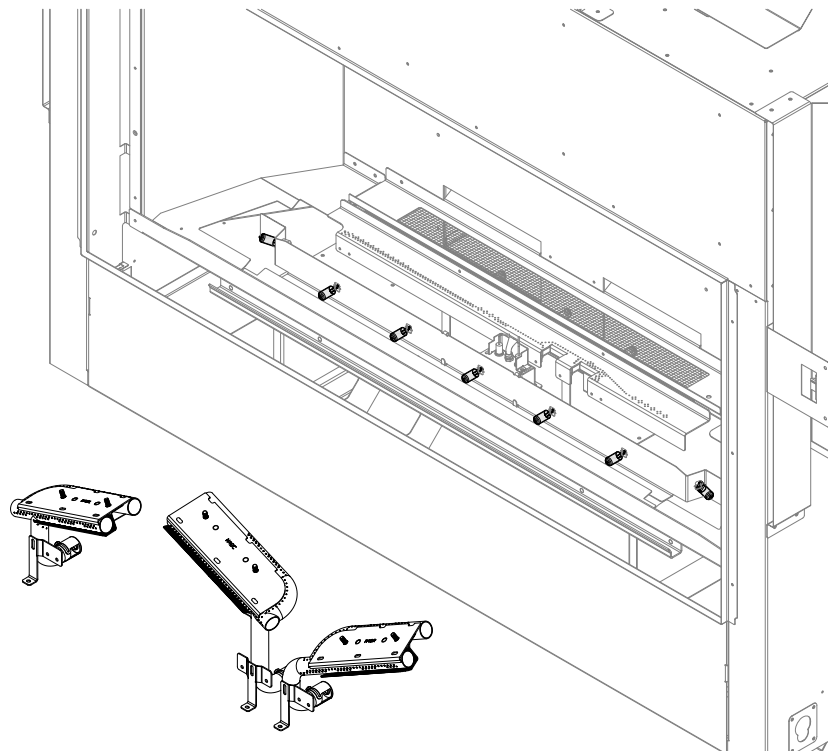

Figure 8.4 - Retrait des brûleurs gauche, central et droit
1. Retirez et conservez les (6) vis des brûleurs gauche, central et droit. Retirez ces brûleurs. Voir la Figure 8.4.